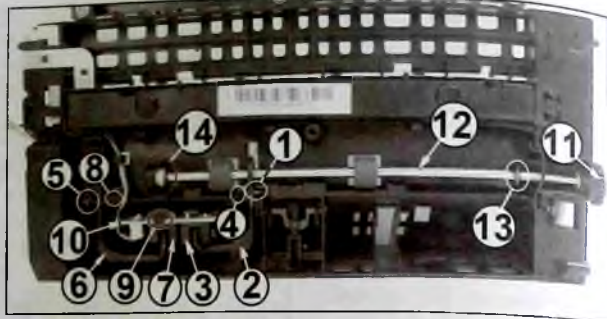

Рис. 27
Располагают узел валом транспорта бумаги к себе. Запоминают расположение возвратной пружины (1 на рис. 27) флажка (2) датчика (3) подачи бумаги. Освобождают фиксатор (4) и вынимают левую сторону оси флажка датчика из посадки, перемещают флажок влево и снимают его с узла.
Освобождают фиксатор и снимают шестерню (11 на рис. 27) привода вала (12) транспорта бумаги. Снимают клипсу (13), перемещают вал вправо до выхода левого бушинга (14) из посадки в корпусе узла. Далее перемещают левую сторону вала к себе, вынимают его правую сторону из правого бушинга и снимают вал в сборе с левым бушингом с узла. Снимают левый бушинг с вала, а правый — с корпуса узла. Очищают вал и бушинги от загрязнений, наносят на вал в зоне бушингов тонкий слой смазки и устанавливают его на место. Устанавливают на вал клипсу и шестерню привода